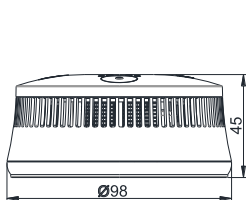

图 1 外形尺寸示意图
- 报警器的外形尺寸, 如图 1、2、3 所示 (单位: mm)。